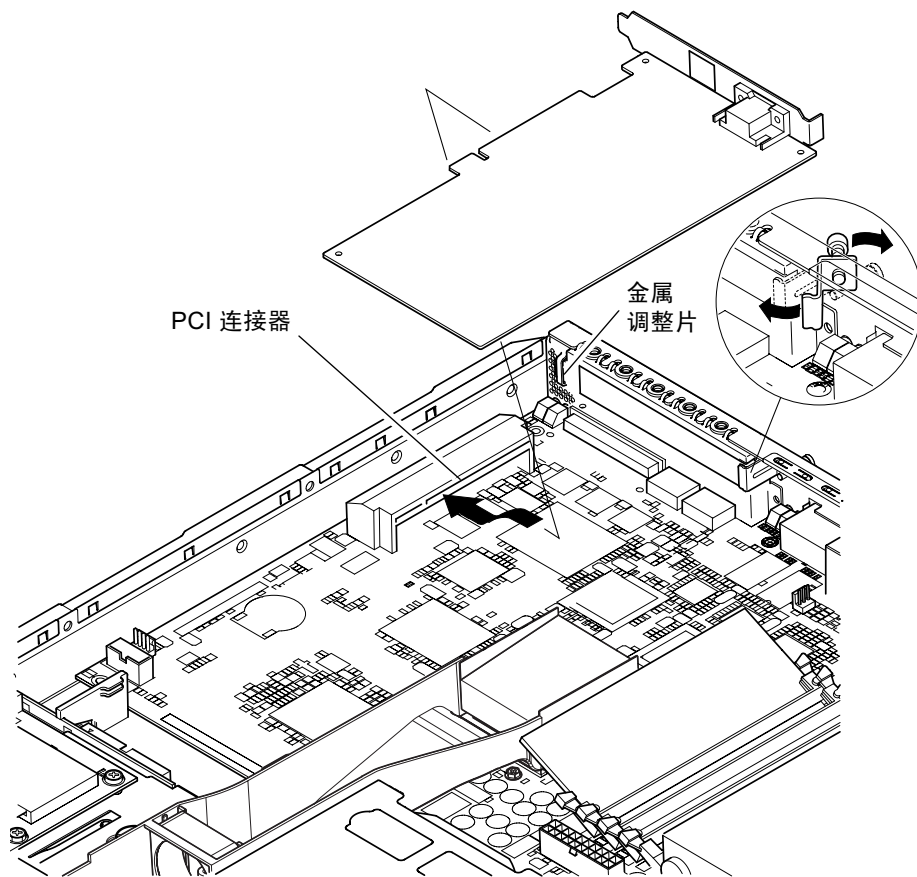

图 4-7 旋转固定支架和 PCI 卡位置
3. 松开固定 PCI 插槽的固定支架的固定螺钉（请参见图 4-7）。
将固定支架旋转 90 度（请参见图 4-7）。这样就可松开 PCI 插槽中的填充板，使您可取出填充板。将其取下。
5. 用力将 PCI 卡插入 PCI 连接器中（请参见图 4-7），并确保 PCI 卡的支架正确定位于底板后部。
支架的锥形端必须位于底板上专为其设计的小金属调整片内（请参见图 4-7）。
7. 重新定位和上紧旋转固定支架（请参见图 4-7）以将 PCI 卡固定在底板上。
2. 松开紧固旋转固定支架的固定螺钉（螺钉和支架如图 4-7 中所示）。
将固定支架旋转 90 度（请参见图 4-7）。
6. 装回 PCI 插槽的填充板（在底板的背板中），并上紧固定旋转固定支架的固定螺钉（请参见图 4-7）。